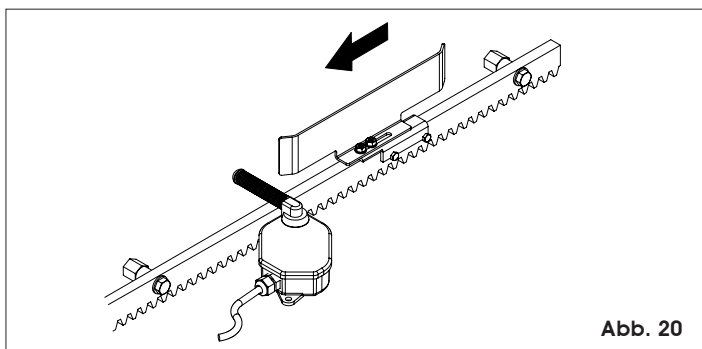

Abb. 20
- 7) Das Feinblech auf der Zahnstange in die Schließrichtung schieben (Abb.20).